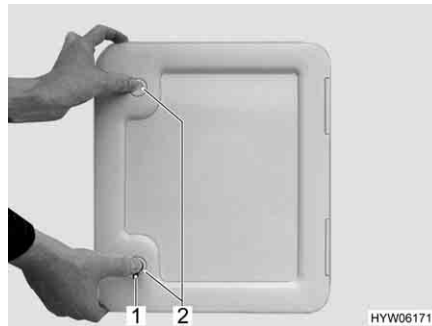

Fig. 32 Portillon pour toilette à cassette
- Insérer la clé dans le barillet du verrou à pression (Fig. 32,1) et la tourner d'un quart de tour.
- Appuyer du pouce et simultanément sur les deux verrous de pression (Fig. 32,2) et ouvrir le portillon pour la toilette à cassette.
- Insérer la clé dans le barillet (Fig. 32,1) et la tourner d'un quart de tour.